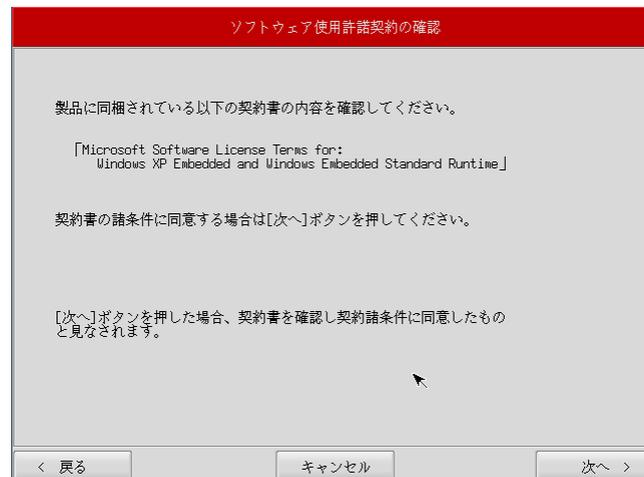

図 7-2-2. ソフトウェア使用許諾契約確認画面
- ⑥ ソフトウェア使用許諾契約確認画面（図 7-2-2）が表示されます。使用許諾契約を確認し、使用許諾契約の諸条件に同意できる場合は[次へ]ボタンを押します。